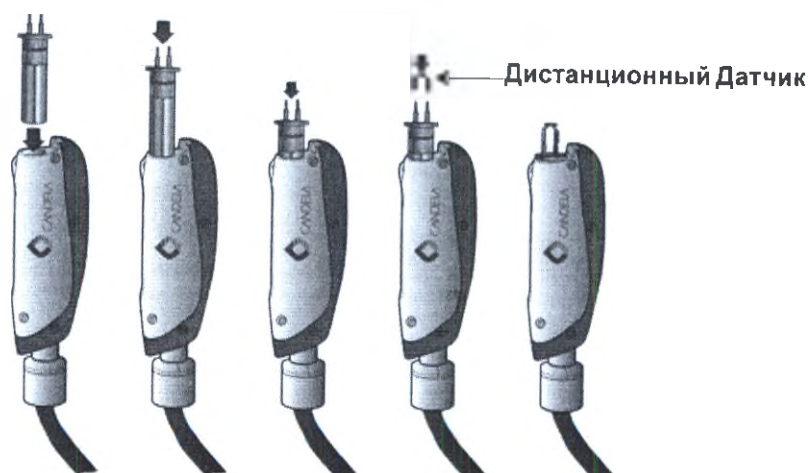

Рисунок 2-17: Установите Картридж с Линзами в Комплект Излучателя и установите Дистанционный Датчик
2. Расположите по одной оси плоскость Картриджа с Линзами и плоский выступ на Комплекте Излучателя (смотрите **Рисунок 2-17**) и затем без усилия подтолкните Картридж с Линзами на место (смотрите **Рисунок 2-17**).
3. Установите Дистанционный Датчик на верхушке Картриджа с Линзами (смотрите **Рисунок 2-17**).